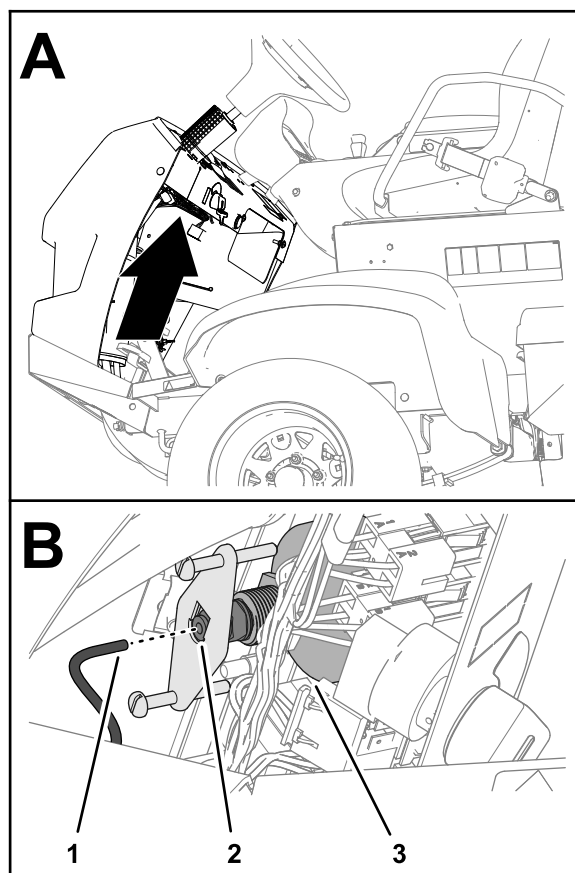

Figure 117
5. Détachez le tube au dos du manomètre et placez l'extrémité dans un bac (Figure 117).